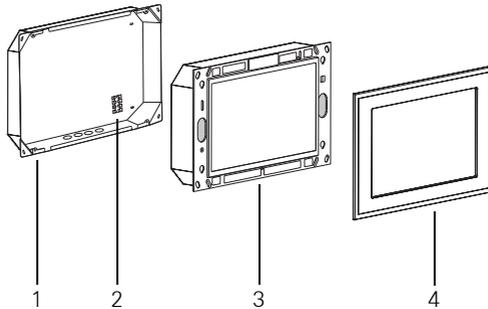
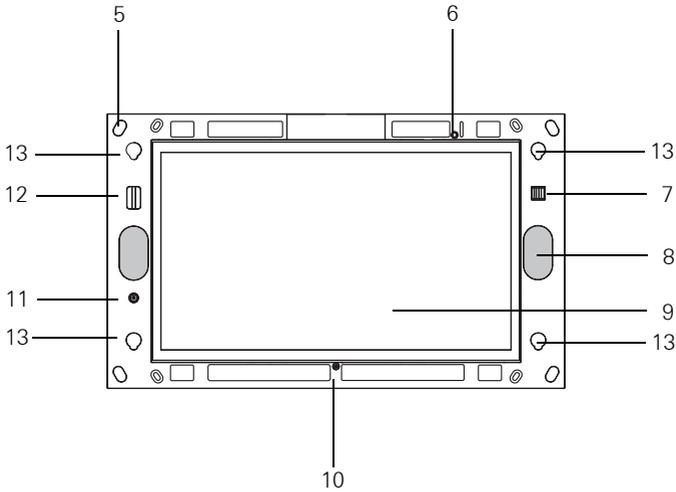

Bild 1: Unterputzdose, Control 19 Client 2 und Designrahmen
Bild 2: Die Frontseite des Control 19 Client 2 ohne Designrahmen
Einzelne Bedienelemente sind erst zugänglich, nachdem der Designrahmen abgenommen ist (Bild 1 und Bild 2).
Der Designrahmen (4) ist entfernt, der Ein-/Aus-Taster (11) ist zugänglich (Bild 1 und Bild 2).
- Einschalten: Taster (11) drücken